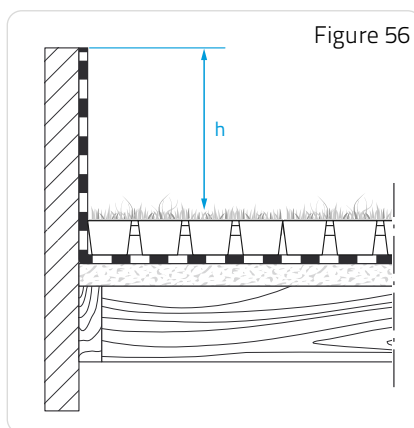

Figure 56
■ Reliefs (supports de relevés) en climat de plaine (Figure 56).
□ Costières en bois ou en contreplaqué (Figure 56).